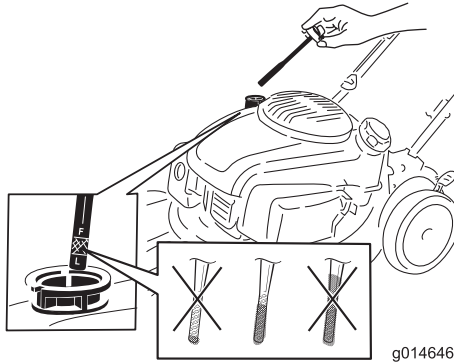

Figura 5
1. Retire la varilla (Figura 5).
2. Vierta aceite **lentamente** por el tubo de llenado hasta que el nivel de aceite llegue a la marca de Lleno de la varilla (Figura 5). **No llene demasiado.** (Capacidad máxima: 0,65 L (22 onzas), tipo: aceite detergente 10W-30 o SAE 30, con clasificación de servicio API SJ o superior.)
Nota: Cada vez que compruebe el nivel de aceite, retire la varilla y límpiela, introdúzcala en el cuello de llenado de aceite (**sin enroscarla**), luego retírela de nuevo y compruebe el nivel (Figura 5).